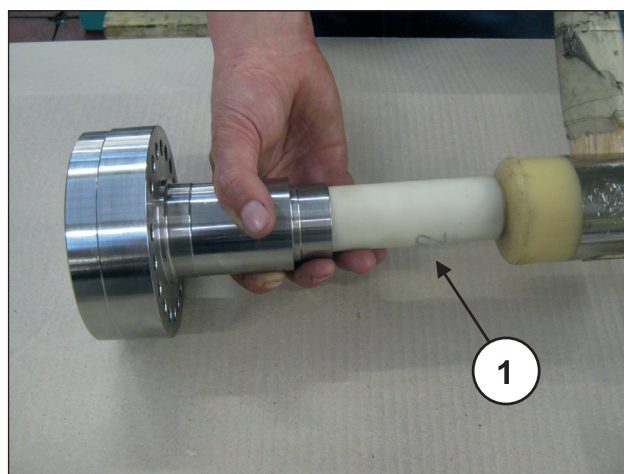
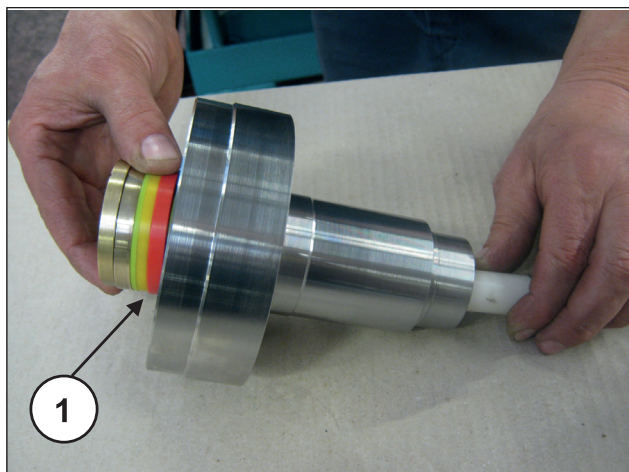

图 192
图 193
在与HP (高压) 密封支撑分开后, 用专用的塑料销子 (①, 图 192) 取出HP (高压) 密封圈组 (①, 图 193), 最后取出泵头的环(图 194)。
每次拆除高压密封圈组时 (①, 图 193) 时, 应加以更换。